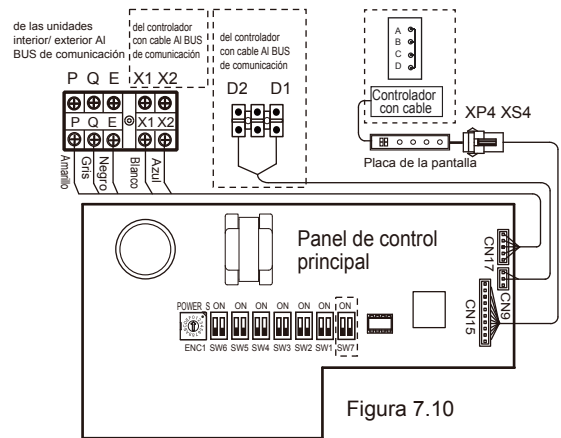

Figura 7.10
- Los puertos X1/X2, D1/D2 en los lados de la placa de control principal y el puerto de comunicación unidireccional (lado de la placa de la pantalla) son para diferentes tipos de controladores con cable (véase figura 7.10).